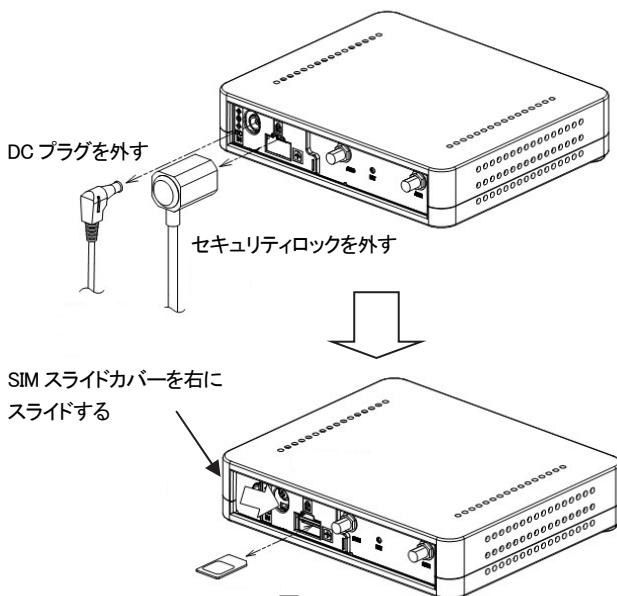

図3
- SIM カードを図3に示す向きに挿入し、指で押して奥へ押し込んでください。